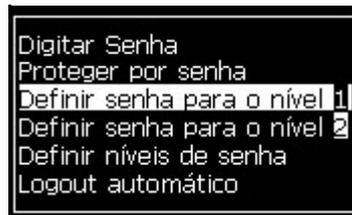
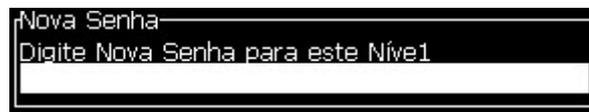

Figura 4-4: Definir nível da senha
Figura 4-5: Nova senha
- 1 Pressione *Alt + w* e selecione *Definir senha para o nível 1*, ou *Definir senha para o nível 2*, no menu *Senha* (veja Figura 4-4 na página 4-4). A caixa de diálogo *Nova senha* aparece (veja Figura 4-5 na página 4-4).